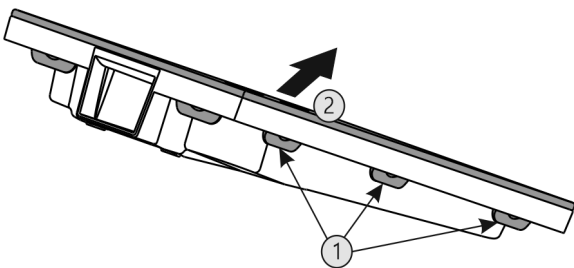

Fig. 32
- ▶ Натиснете всички езичета Fig. 32 (1) последователно и свалете капака Fig. 32 (2).